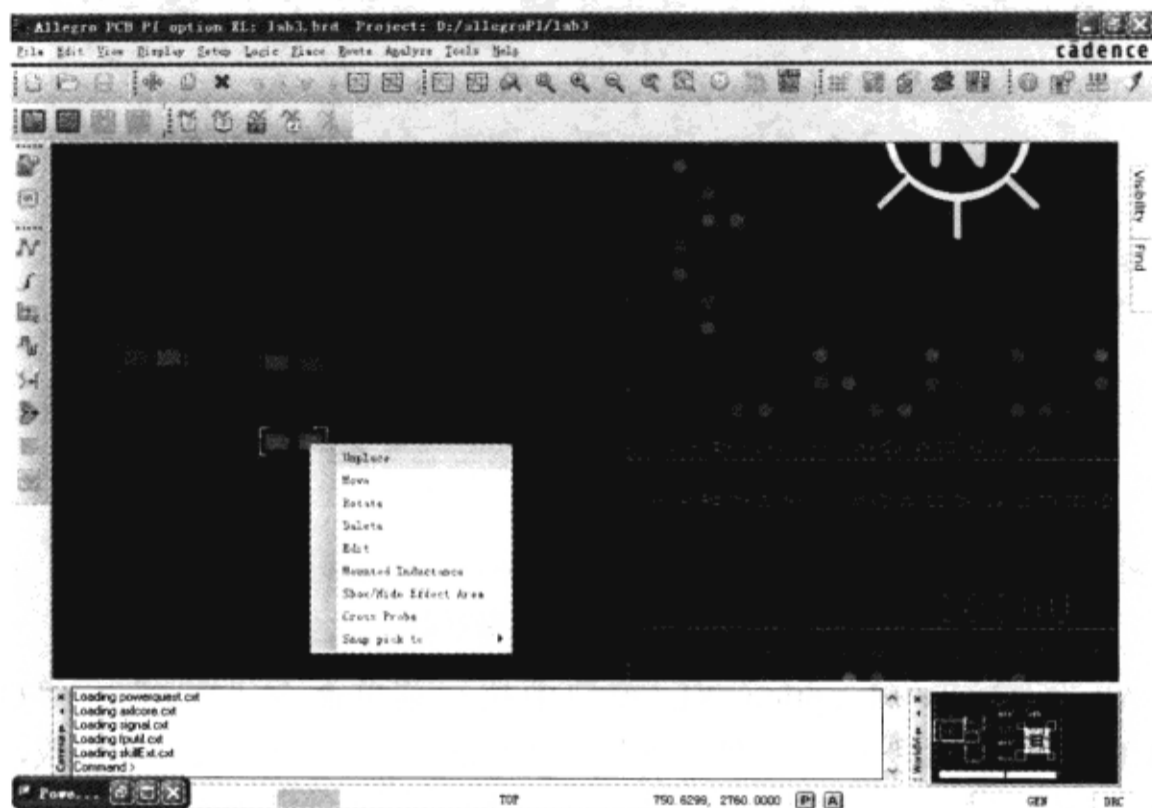

图 9-7-48 取消摆放电容器
(1) 在 Allegro PCB PI option XL 窗口中任意一个电容器上单击鼠标右键，在弹出的菜单中选择“Unplace”，如图 9-7-48。通过这种方法只能逐个取消电容器，电容器只能在 Allegro PCB PI option XL 窗口中取消，在“Power Integrity Design & Analysis”对话框的去耦电容器列表中并不能取消电容器，不能同时取消多个电容器。使用“unplace”命令仅是在 Allegro PCB PI option XL 窗口中移除了电容器，并不能在网络表（netlist）中和“Power Integrity Design & Analysis”对话框中移除电容器，要想在网络表中移除电容器，必须使用“delete”命令。